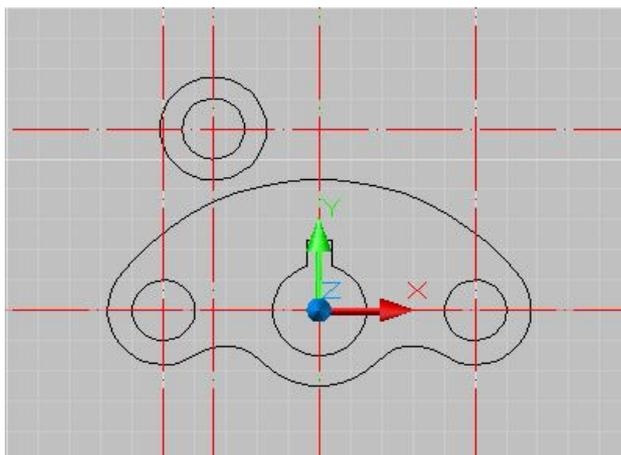

Рис. 10
13. Полученное пересечение прямых будет центром новых окружностей. Выбираем команду,  потом в боковом меню выбираем Ц,Диам, затем в командной строке вводим значение окружности **20** и для утверждения команды нажимаем **enter**. Выбираем команду,  потом в боковом меню выбираем Ц,Диам, затем в командной строке вводим значение окружности **34** и для утверждения команды нажимаем **enter** (см. рис. 10).